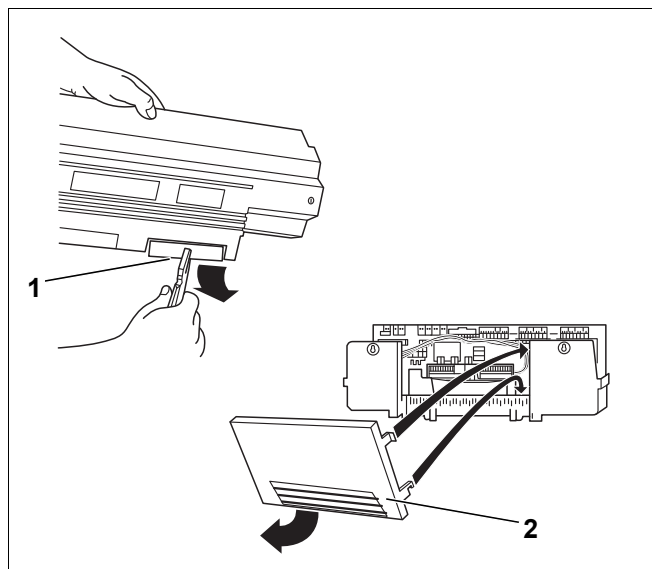

Рис. 44 Подготовка кабельного прохода
- ▶ При необходимости выломайте заглушку (рис. 44, [1]) в задней стенке кабельного прохода (Logamatic 33..) или снимите заднюю стенку (Logamatic 43..) (рис. 44, [2]).
- Вставьте нижние крюки задней стенки (Logamatic 43..) в гнездо рамки и нажмите на неё сверху до фиксирования боковых крюков (рис. 44, [2]).